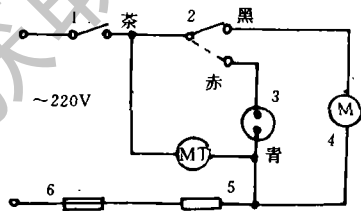

图 1 上菱冰箱化霜控制电路图
1. 上菱冰箱的化霜电气控制回路: 电气回路见图 1。打开冷冻室的门, 把一块对面的塑料板取出可看见蒸发器、铜管、电气元件组件等。双金属化霜温度控制器安装在蒸发器连管前的贮液器上。电加热管安装在蒸发器的下方。化霜温度保险电阻安装在蒸发器的左下方。电气连线接插件也在蒸发器的左上方。风扇电机在蒸发器上方。冷冻室内还有冷冻室温度控制器。冷冻室门下方有冷冻室门开关以及冷藏室门开关。打开冷藏室门, 里面在冷藏室与冷冻室中间有化霜定时控制器以及冷藏室温度控制器, 还有起动电容、压敏电阻、降压二极管(有的化霜冰箱, 无这些元件)。
2. 化霜原理: 化霜温度定时控制器共有四个接点: 赤、茶、黑、青。其中赤、茶通为化霜, 茶、黑通为致冷, 茶、青接 220V。在化霜定时器正面有一个调节轴, 当转动第一声“劈啪”响为化霜动作, 即赤、茶两点接通, 也就是图 1 中虚线部分。当转动第二声响为致冷动作, 即茶、黑两点接通, 也就是图 1 中实线部分。化霜温度定时器与压缩机同步工作。化霜定时器的触点的动作时间一般调定为每隔 8 小时断开一次。图中触点的位置正好是前一次化霜刚完, 化霜定时器刚刚接通压缩机电路。电冰箱就开始了—个化霜周期的运转, 化霜定时器与压缩机同时进入同步运转。化霜定时器是与蒸发器化霜加热器串联在—条电路中。为什么蒸发器化霜加热器不给予蒸发器加热, 这是因为化霜定时器的内阻要比蒸发器化霜加热器的电阻大许多倍(化霜定时器内阻为 7055Ω , 蒸发器化霜加热器的电阻约为 320Ω , 电阻值相差 21 倍)。因此, 加在蒸发器化霜加热器上的电压仅为 10V, 这样小的电压在蒸发器化霜加热器上所产生的热量是微不足道的。当化霜定时器与压缩机同步运转到调定的化霜间隔时间(8 小时)时, 化霜定时器的活动触点就会将通往压缩机的电路